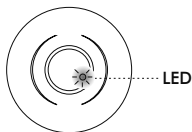

FIG.21
- La LED rouge du KDP1 360 FP est situé derrière la lentille (voir FIG.21) pour toute indication sur le mode de test. Dans le test de marche, la LED va s'allumer pendant 2sec une fois que le détecteur est déclenché.